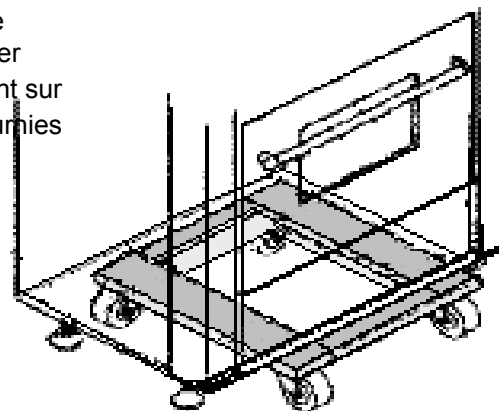

Figure 7: Positionnement De La Plate-forme À Roulettes
- En raison du poids de la cuisinière, il vaut mieux la déplacer à l'aide d'une plate-forme à roulettes souples ou d'un appareil de levage. Le poids doit être uniformément réparti sur la plate-forme (voir *Figure 7*).